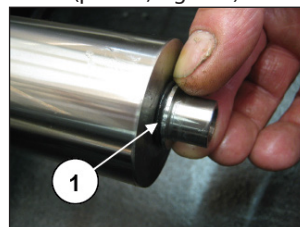

Fig. 141
Posicione na haste do guia do pistão do anel circular (pos. ①, Fig. 141) e as proteções contra respingos (pos. ①, Fig. 142) com o gargalo de descarga voltado para a parte dianteira do cárter (pos. ②, Fig. 142).